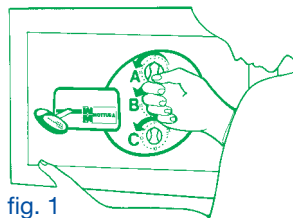
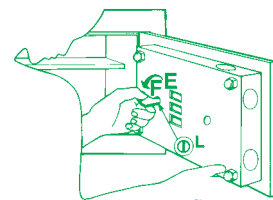

fig. 1
fig. 2
Mettre les boutons externes A, B et C dans la position zéro en les faisant tourner vers la gauche comme indiqué fig. 1.
Ouvrir la porte et, avec la petite clé D prévue à cet effet, tourner l'axe de changement de combinaison L, de la position E à la position F (fig. 2).
- Mettre les boutons A, B et C dans la position zéro en les faisant tourner vers la gauche, comme indiqué fig. 1.
- Mettre les trois boutons A, B et C dans la position zéro en les faisant tourner vers la gauche comme indiqué fig. 1.
- Tourner le pivot de changement de combinaison vers la gauche de la position E à la position F, comme sur la fig. 2, et remettre les boutons externes A, B et C dans la position zéro, comme indiqué fig. 1.